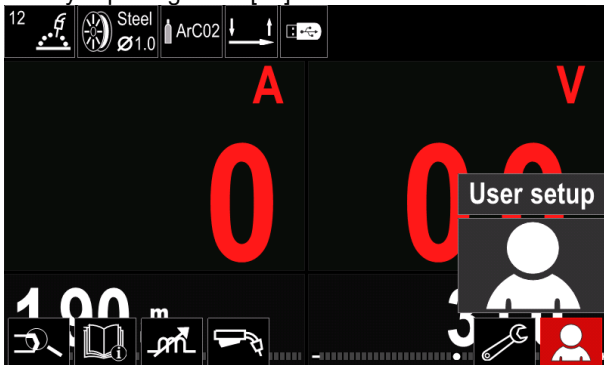

Bild 16
- Åtkomst till "Användarinställningar" (se bild 16)